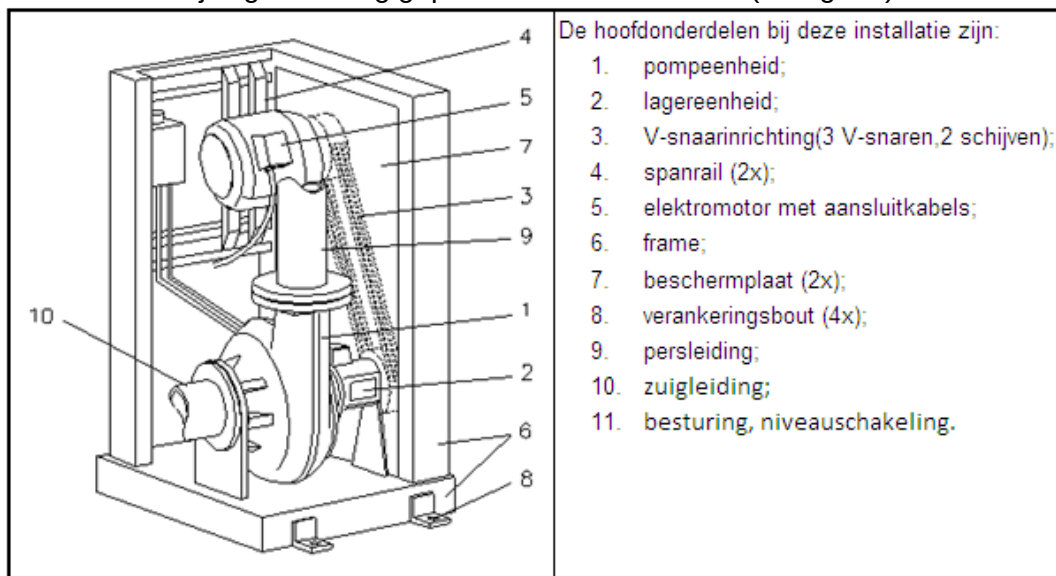

Fig. 7.7
V-snaar aandrijving met hoog geplaatste motor en frame (zie fig.7.7).
- De voet wordt verankerd aan de fundatie d.m.v. de 4 bevestigingsbouten, zie fig. 7.7 pos. 8.